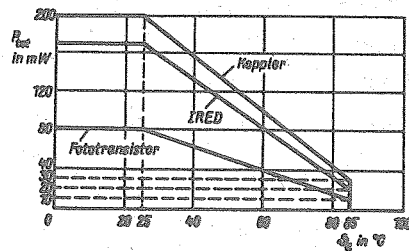

Bild 3: Abhängigkeit der max. zulässigen Verlustleistung von der Umgebungstemperatur
- 4)  $P_{tot}$  bei  $\vartheta_a > 25$  °C siehe Bild 3